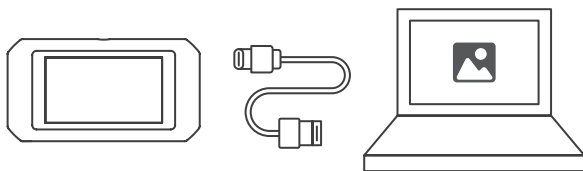

Рисунок 4.1.1
2. Подключите камеру TC003 к компьютеру Windows с помощью прилагаемого USB-кабеля (см. рис. 4.1.1).